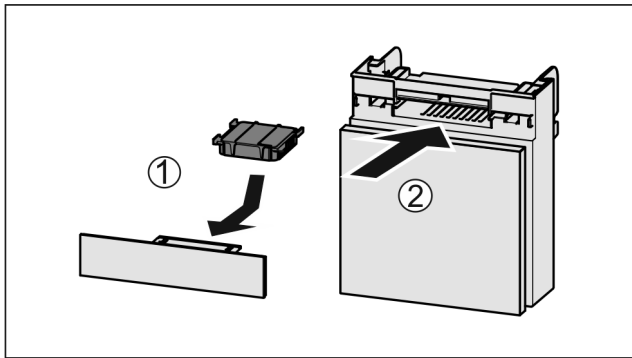

Fig. 53
- ▶ Поставете Fig. 53 (1) филтъра с активен въглен, както е показано на фигурата.
- ▶ Вкарайте Fig. 53 (2) отделениято.